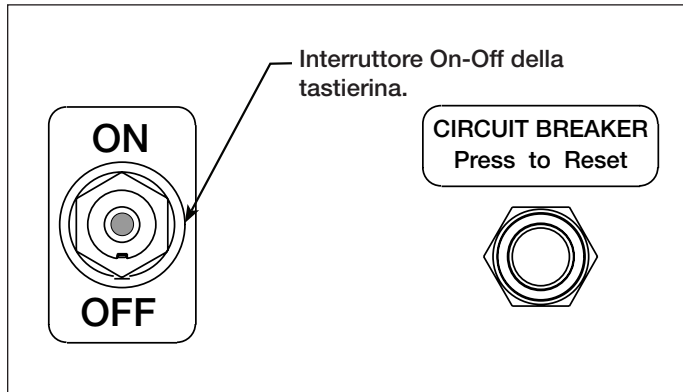

Figura 6, Pannello di comando della pompa
### 5.1 Interruttore On-Off della pompa (vedere figura 6)
4. Collegare l'unità all'alimentazione elettrica. Spostare l'interruttore on-off su ON. Vedere la figura 6.